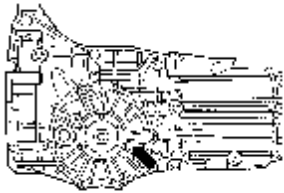

图 9-120 差速器盖标记
(4) 差速器盖的标记（“>Mg Al 9 Zn 1<”）在图 9-120 所示箭头所指位置。